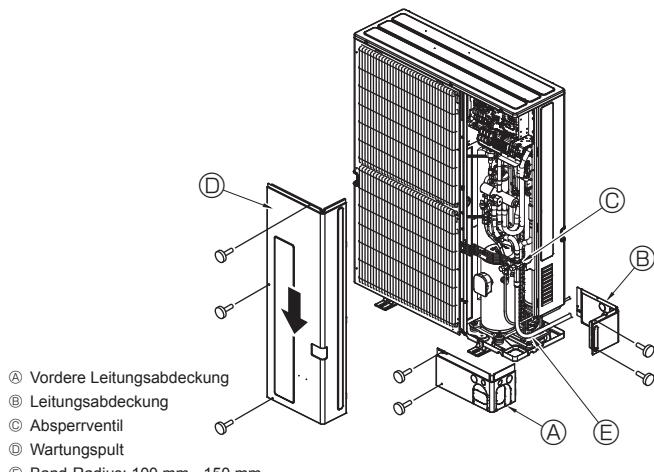

Fig. 4-10
4.5. Kältemittelrohrleitung (Fig. 4-10)